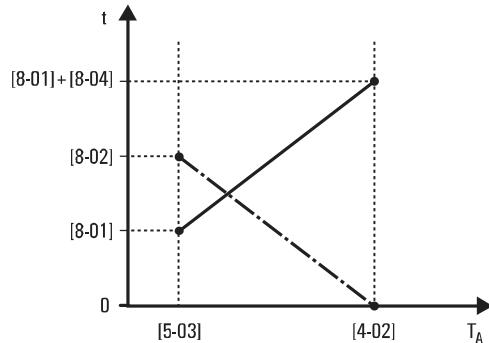
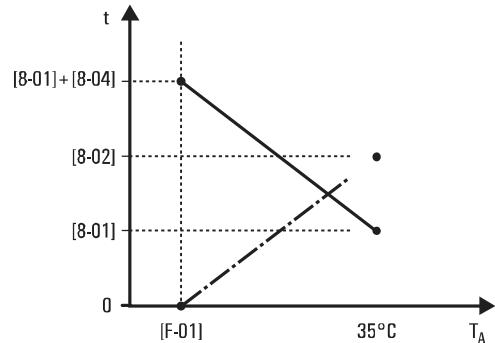

Bild 4-9 Zusätzliche Laufzeit bei Heizbetrieb
Bild 4-10 Zusätzliche Laufzeit bei Kühlbetrieb
- [8-04] **Zusätzliche Laufzeit bei [4-02]/[F-01]:** Bestimmt die zur maximalen Laufzeit zu addierende zusätzliche Laufzeit, wenn die Außentemperatur den Wert [4-02] oder [F-01] hat (siehe Bild 4-9 und Bild 4-10).